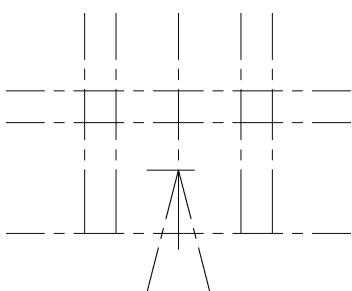

图 5-46 绘制定位轴线示例
① 绘制定位轴线。使用“构造线”命令，绘制各定位轴线；使用“放射线”命令绘制 30° 角度界线，如图 5-46 所示。